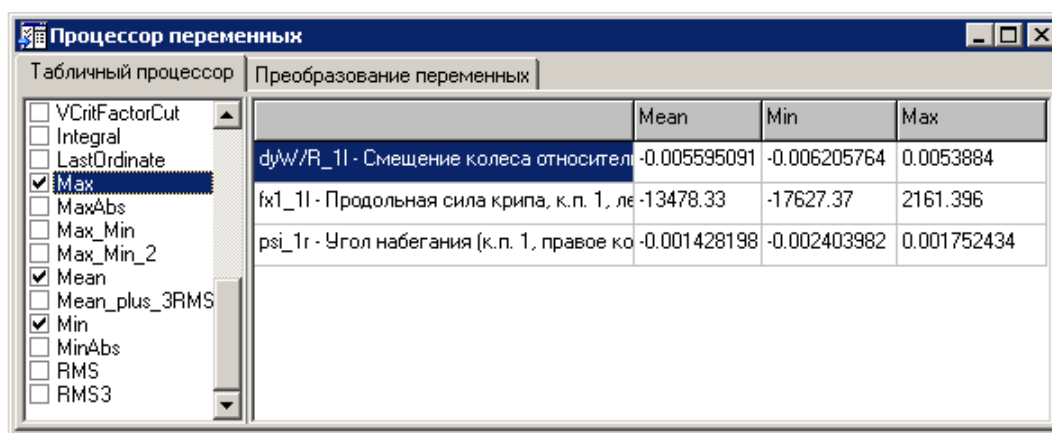

Рис.4.36. Табличный процессор
**Табличный процессор** (см. рис. 4.36) используется для статистической обработки рассчитанных переменных. Для вызова окна процессора используется пункт меню **Инструменты | Табличный процессор**.